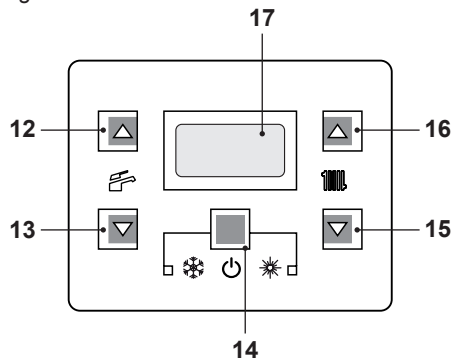

Figura 2.5
- Tenere premuto per 2 secondi il tasto 14 fino a far apparire sul display il simbolo  Figura 2.5.
La temperatura dell'acqua calda di mandata riscaldamento è regolabile agendo sui tasti 15 (diminuzione) e 16 (aumento) (Figura 2.5) da un minimo di circa 25°C ad un massimo di circa 85°C. Alla prima pressione di uno dei due tasti si ha la visualizzazione del valore di "set", alla seconda pressione si accede alla modifica.
Comunque se la temperatura ambiente non dovesse essere confortevole si può aumentare o diminuire la temperatura di mandata dell'impianto riscaldamento di  $\pm 15^{\circ}\text{C}$  agendo sui tasti 15 (diminuzione) e 16 (aumento) (Figura 2.5).
La temperatura dell'acqua calda sanitaria è regolabile agendo sui tasti 12 (aumento) e 13 (diminuzione) (Figura 2.5) da un minimo di circa  $35^{\circ}\text{C}$  ad un massimo di circa  $60^{\circ}\text{C}$ . Alla prima pressione di uno dei due tasti si ha la visualizzazione del valore di "set", alla seconda pressione si accede alla modifica.